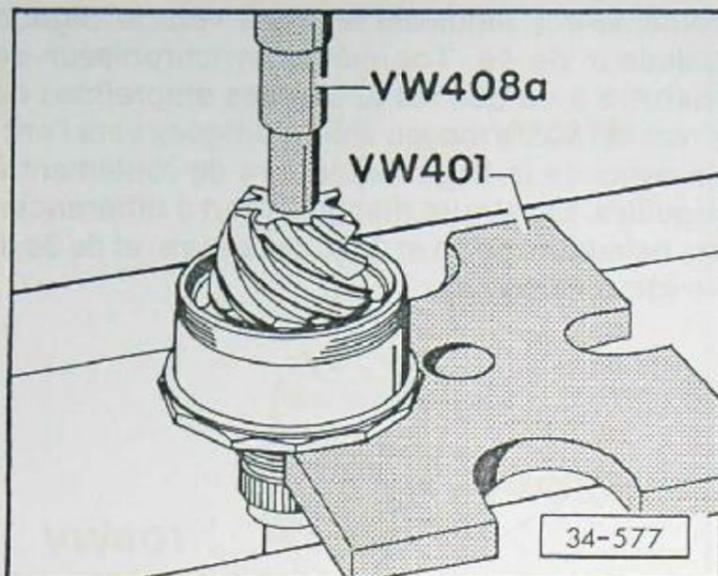

Fig. 5 Bagues intérieures du roulement à double rangée de rouleaux coniques: échauffement à 100° C environ, mise en place et enfouissement à la presse
- Emmancher à chaud et enfoncer à la presse – fig. 5